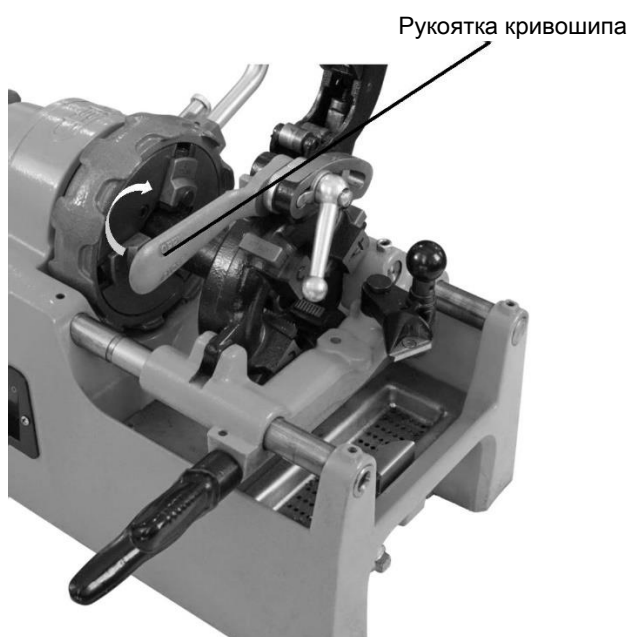

Рисунок 19-1
- Рукоятка должна быть в рабочем положении. Поднимите рукоятку вверх, чтобы перевести резьбонарезную головку в рабочее положение (см. рисунок 19-1).